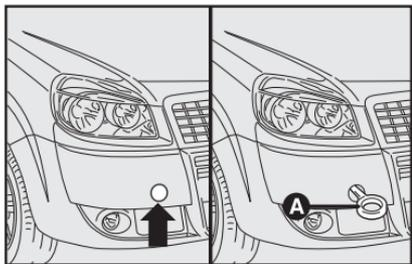

fig. 32
Reboque dianteiro - fig. 32
3) Parafusar o gancho de reboque **A-fig. 32** no furo rosqueado na parte dianteira, lado direito.